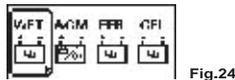

Fig.24
2. Premir  e o ecrã mostrará a Fig.24 em baixo: